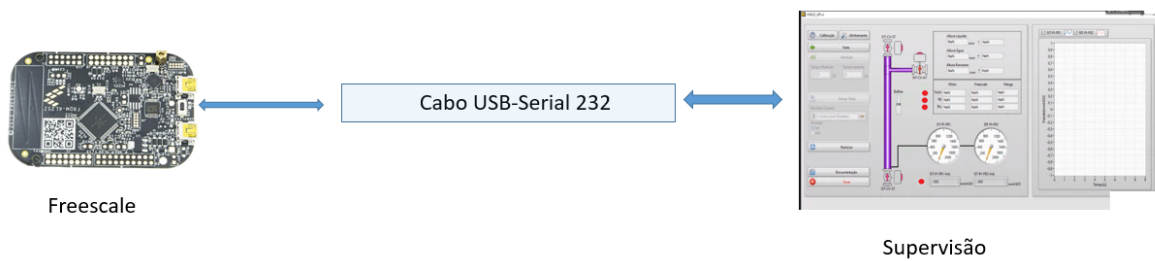

Figura 1 - Testes para Desenvolvimento/Programação da comunicação Labview Freescale
4. Desenvolvimento de protótipo da comunicação em Labview. Realizar teste de comunicação conforme Figura 1(Niede e Vinicius).